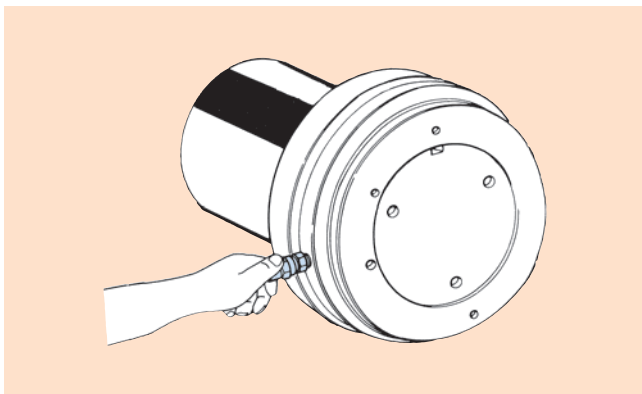

図31
(3) 油圧ナットに油圧ポンプからの配管を油圧継手で接続します（図31参照）。